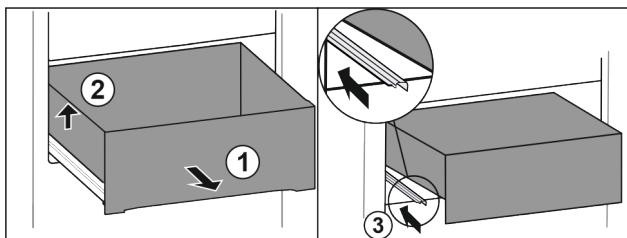

Fig. 113
- Изтеглете чекмеджето докрай. Fig. 113 (1)
- Повдигнете чекмеджето отляво. Fig. 113 (2)
- Вкарайте лявата релса. Fig. 113 (3)